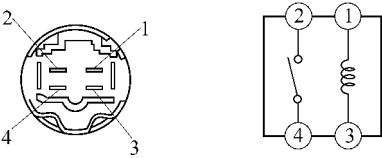

图 19-46 前加热器继电器的配线和接插件
(1) 检查前加热器继电器。前加热器继电器的配线和接插件如图 19-46 所示。其端子的导通情况见表 19-9。